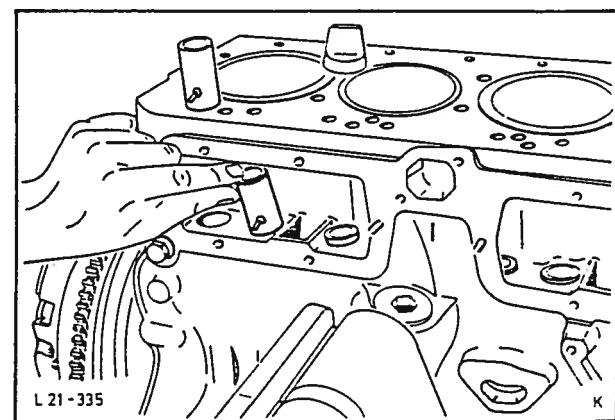

Fig. 72 Montering av ventilloftere.
46. Påfor olje på ventilloftene og sett dem inn i samme hull som tidligere, fig. 72. Monter sidedekslene.